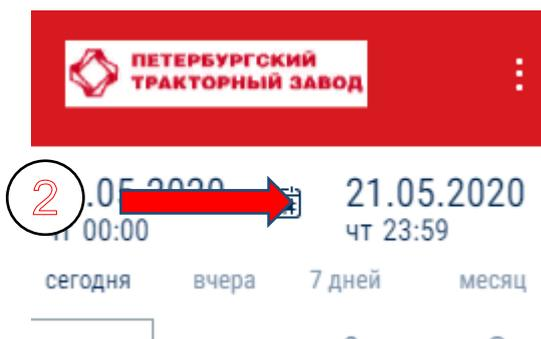
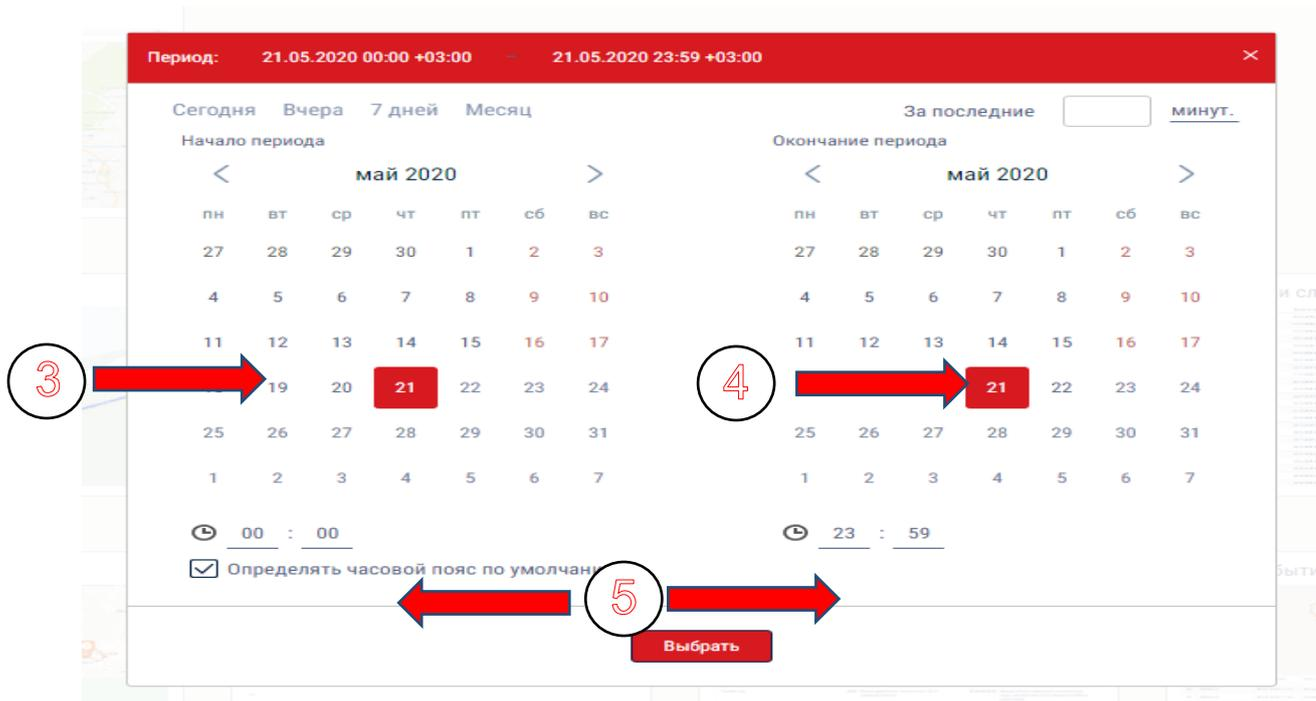

Рис.5
Рис.6
2. Выбрать нужный период построения отчета. Для этого нужно нажать на иконку с изображением «календарика» (Рис.5, стрелка 2) и в открывшемся календаре (Рис.6) выбрать дату начала построения отчета (в левом календарном окне, (стрелка 3) и дату окончания построения отчета (в правом календарном окне, (стрелка 4).